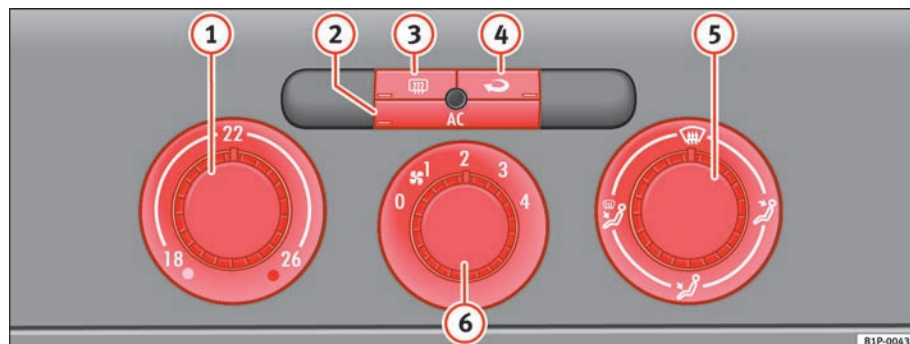

Fig. 106 I instrumentpanelet: betjeningsselementer til Climatic
- Du kan indstille temperaturen, luftfordelingen og blæsertrinet med kontakterne ⇒ fig. 106 ①, ⑤ og ⑥.
- Tryk på knappen ②, ③ eller ④ for at aktivere eller deaktivere den pågældende funktion. Når funktionen er deaktiveret, er der lys nederst til venstre på knappen.
- ① Drejekontakt til regulering af temperaturen ⇒ side 137.
- ② Knap – tilslutning og afbrydelse af køleanlæg ⇒ side 137.
- ③ Knap – elbagrude. Når elbagruden har været tilsluttet i ca. 20 minutter, bliver den automatisk afbrudt. Du kan afbryde elbagruden før tid ved at trykke på knappen.
- ④ Knap – recirkulationsfunktion ⇒ side 138.
- ⑤ Drejekontakt til luftfordeling ⇒ side 137.
- ⑥ Blæserkontakt. Lufttilførslen kan reguleres i fire trin. Blæseren bør altid køre i lavt trin, når bilen kører langsomt.
- Tilslut airconditionanlægget ved at trykke på knappen ⇒ side 136, fig. 106 (AC).